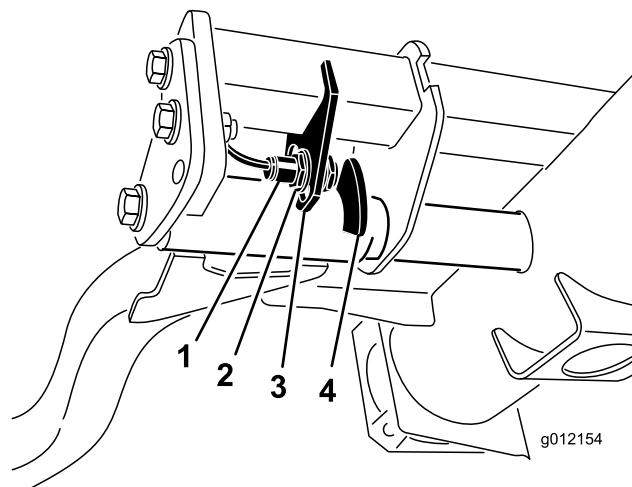

Figura 54
2. O interruptor do braço de elevação encontra-se por baixo do depósito hidráulico por trás do braço de elevação direito dianteiro (Figura 54).
3. Solte os parafusos de montagem do interruptor (Figura 54) e desloque o interruptor para baixo para aumentar a altura de viragem do braço de elevação ou desloque o interruptor para cima para diminuir a altura de viragem do braço de elevação. Aperte os parafusos de montagem.